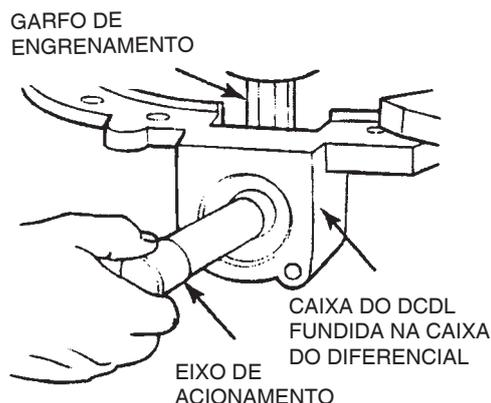

Figura 6.10
9. Puxe o eixo de acionamento do garfo de travamento e retire-o da caixa do diferencial. Figura 6.10.